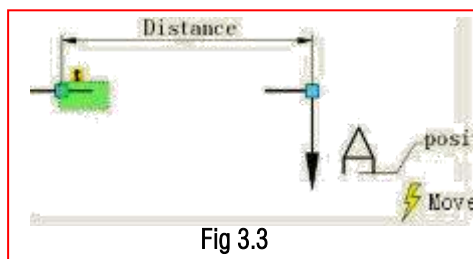

Fig 3.3
3. Określ obiekty, które będą obracać się tylko w operacji rozciąganie biegunowe (Rys. 3.3).